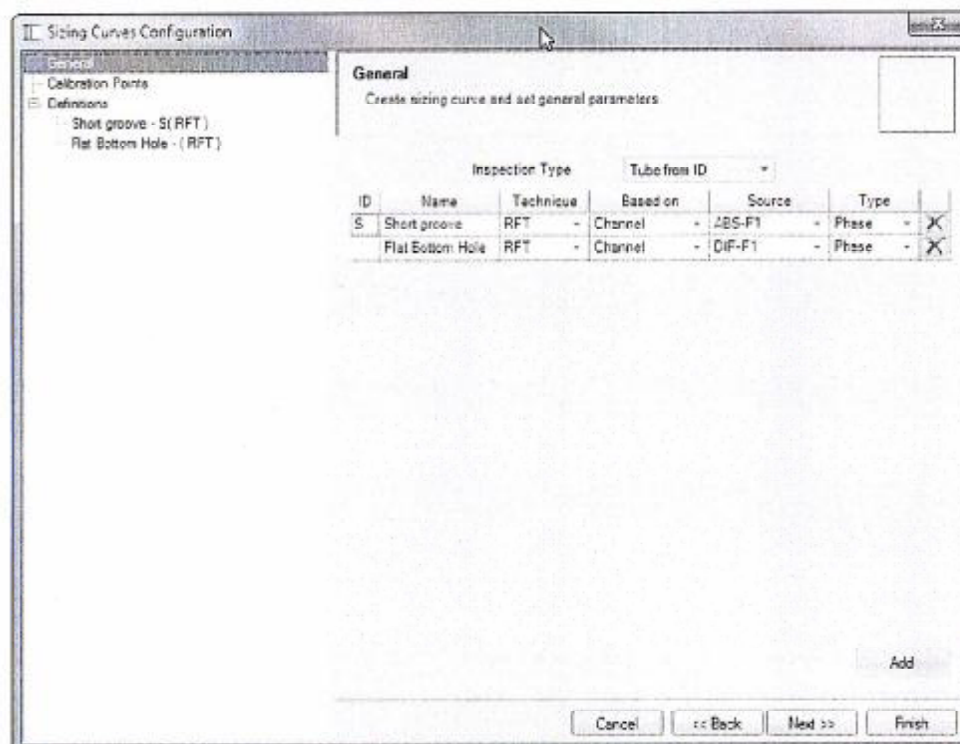

Рисунок 8
8.6.2.1 Выбрать опцию «Depth Curves» в закладке «Setup» на панели управления или в меню «Settings». Появится окно «Sizing Curves Configuration» (конфигурация кривых оценки размеров) – рисунок 8.